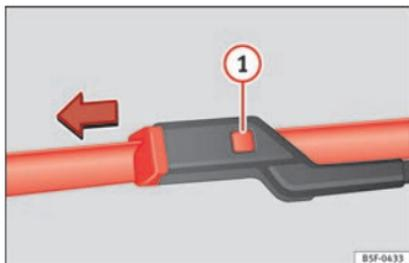

Fig. 171 Cambio de la escobilla del limpiaparabrisas.
- Oprima el botón de seguridad ① » **fig. 171**.